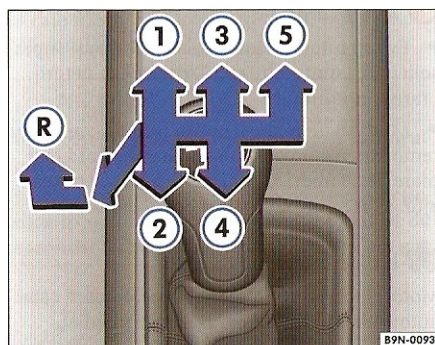

Fig. 78 Consola centrală: Schema de selectare a vitezelor cutiei mecanice cu 5 trepte.
- Introduceți schimbătorul de viteze ⇒ fig. 78 în poziția pentru mersul în gol.
- Apăsați mânerul schimbătorului de viteze în jos și apoi împingeți-l spre stânga și în față, în poziția de marșarier (R), conform diagramei.